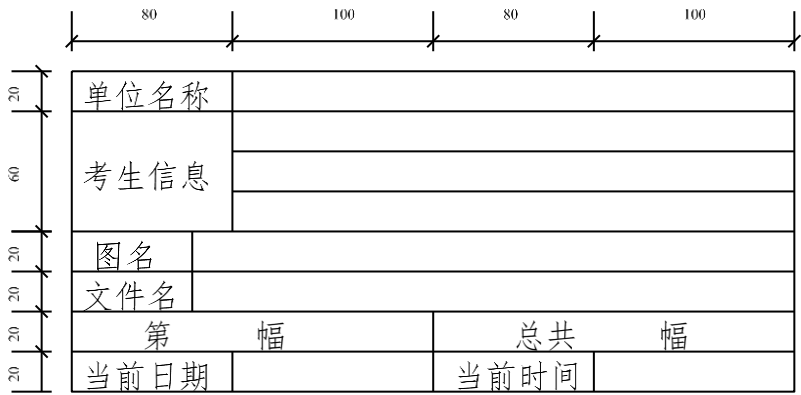

图 3
- 1、在原理图模板文件 202410201.schdot 中画出图 3 所示的动态标题栏，要求：